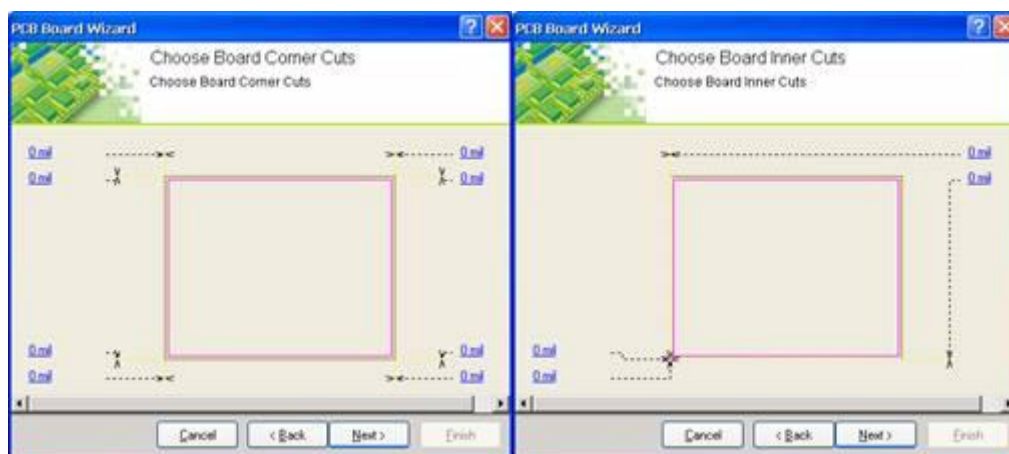

图 5 — 23 对印刷板边角进行裁剪 图 5 — 24 PCB 板内部裁剪
- **Inner Cutoff** 复选项用于确定是否进行印刷版内部的裁剪。本例中不需要。如果需要, 选中该选项后, 出现如图 5 — 24 所示的界面, 在左下角输入距离值进行内部裁剪。